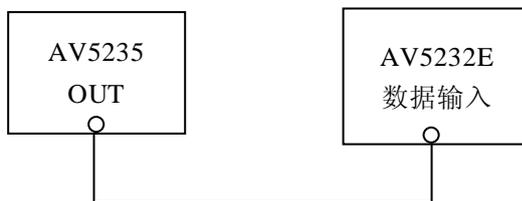

图4-11 状态显示和帧测试连接图
a) 测试连接如图4-11所示。
- a) 测试连接如图4-11。